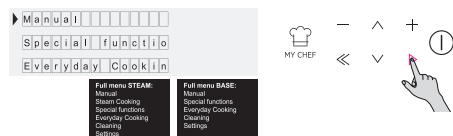

Afbeelding 4
• Stel de tijd in door op de toetsen PLUS en MIN te drukken. Druk op OK om door te gaan (Afbeelding 4).